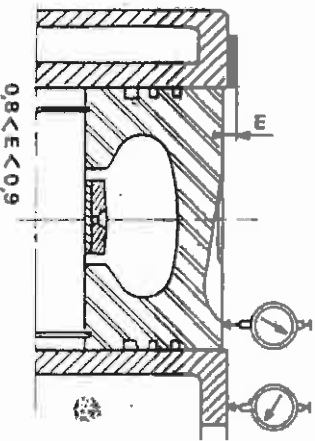

Fig. B 24
- Le contrôle consiste à mesurer l'espace entre la face supérieure du piston au point mort haut et la face supérieure du cylindre (fig. B 24).
- The check consists of measuring the space between the top face of piston at T.D.C. and top face of cylinder (fig. B 24).